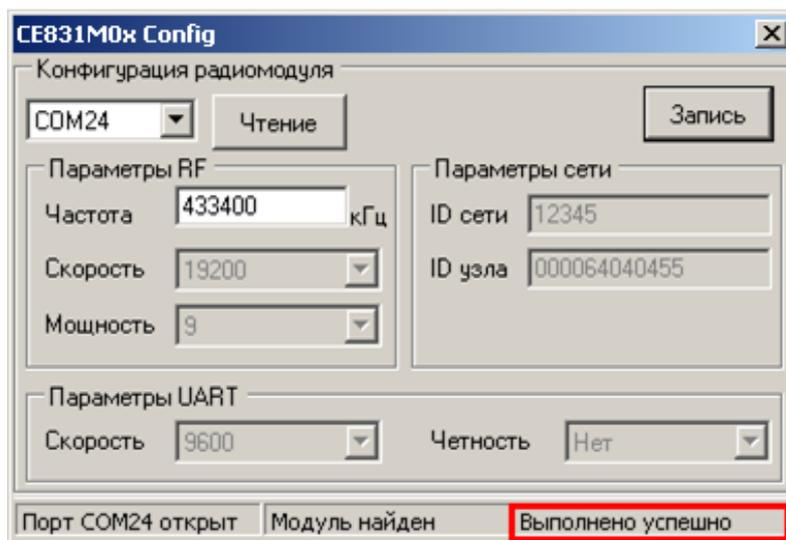

Рисунок 34 – Сообщение о результате выполнения операции
5.3.3.4.17 Запись нового значения частоты выполняется по нажатию кнопки «Запись». В случае успешной записи в строке статуса отобразится сообщение «Выполнено успешно», а текущие настройки радиомодуля отобразятся в соответствующих полях окна программы (см. рисунок 34). В случае если в строке статуса отобразилось сообщение «Ошибка», необходимо повторить запись.